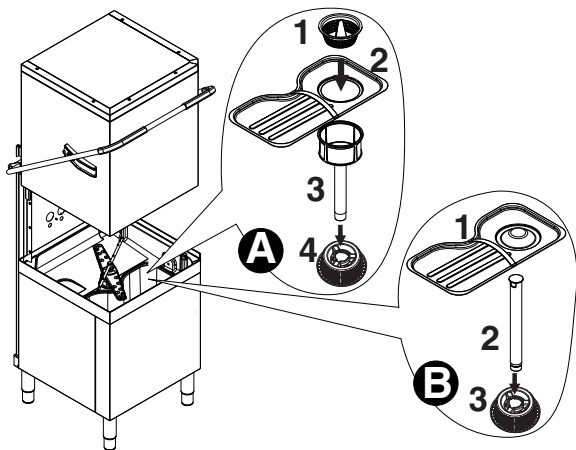

图 25 过滤器和溢流管
- 在有附加过滤系统（FS）的型号，取出篮子过滤器“1”，扁平过滤器“2”，水槽过滤器“3”和泵吸取过滤器“4”（“A”-图 25）。
- 在没有附加过滤系统（FS）的型号，取出扁平过滤器“1”，溢流管“2”，和泵吸取过滤器“3”（“B”-图 25）。